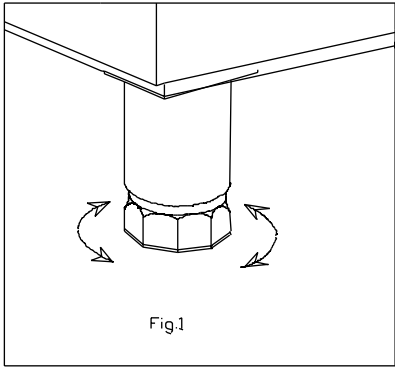

Fig.1
- c) Nivelar y regular la altura del aparato (Fig. 1).